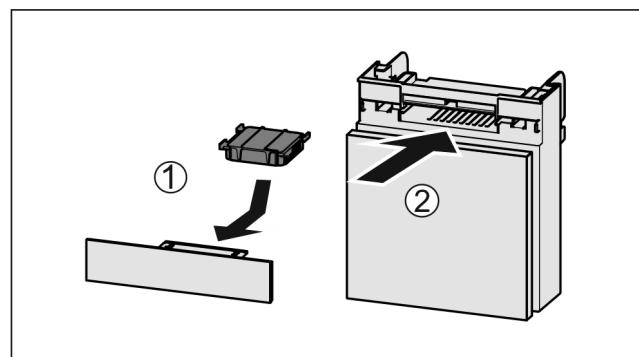

Fig. 136
- Vložte aktívny uhlíkový filter podľa obrázka Fig. 136 (1).
- Zasuňte zásuvku Fig. 136 (2).